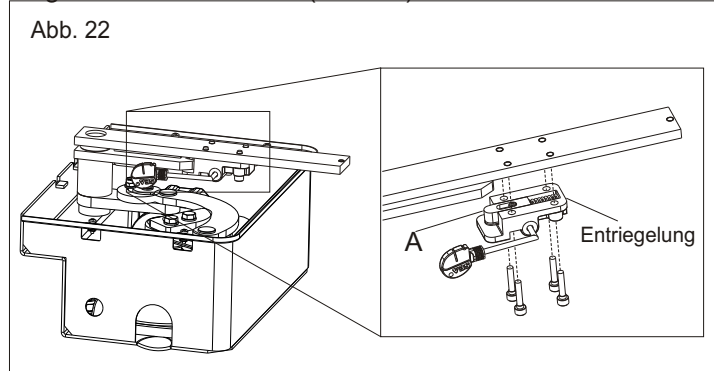

Abb. 22
5.1. Den Aufhängungsstift (A) gut schmieren und das Entriegelungssystem unter den Flügelsatz mit Hilfe der 4 mitgelieferten Schrauben (Abb. 22) montieren.